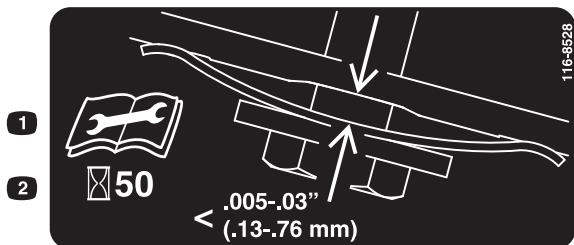

Bild 29
3. Halten Sie eine Fühlerlehre mit einem Abstand von 0,13 mm bis 0,76 mm gegen die Wand und schieben Sie nach unten hinter die Riemenspannungsfeder, siehe Bild 29.